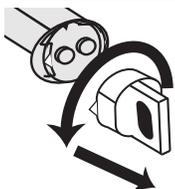

Fig 4
4. Retirer le bouchon de la seringue du EZ-Fill Xpress et fixer l'embout mélangeur comme montré dans les figures 4, 5 et 6. Appuyer sur le piston pour sortir le matériau au travers de l'embout mélangeur sur un bloc de spatulation. **Ne pas utiliser les premières gouttes de matériau qui peuvent être incorrectement mélangées.**